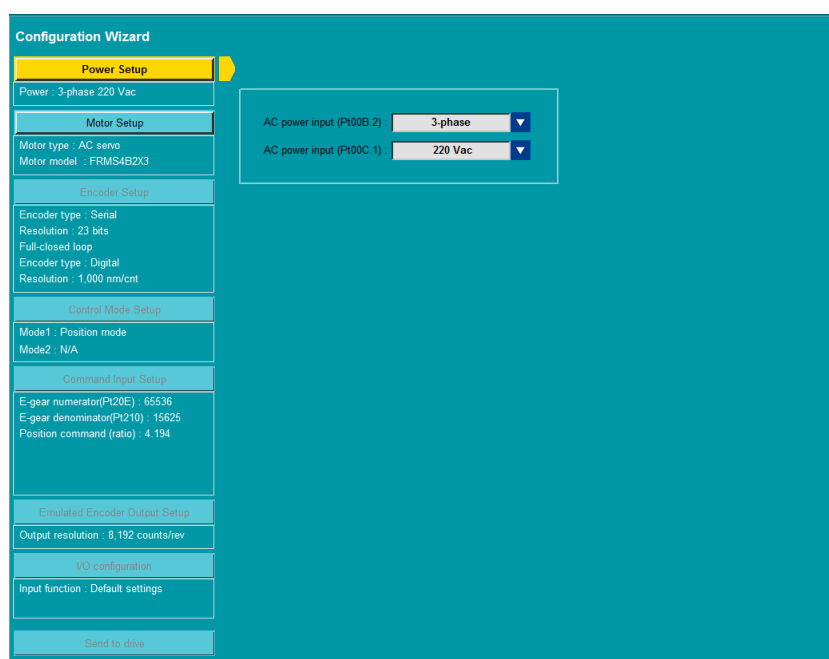

図 6.1.1.1 Thunder の Configuration Wizard
- セットアップ・パラメーターの設定は、Thunderを用いて行うことを推奨します。試験操作のための制御モード、I/O 信号およびパラメーターの設定は、Thunder の Configuration Wizard によって与えられる指示を追って行うことができます。ThunderのConfiguration Wizardを figure 6.1.1.1に示します。